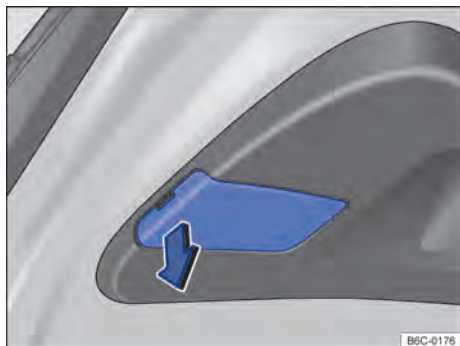

Fig. 188 Na tampa traseira: desmontar a cobertura da lanterna traseira.
- 3 Remover cuidadosamente a cobertura → Fig. 188 na tampa pelo rebaixo existente.